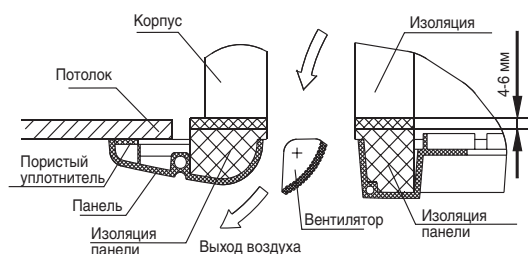

Рис. 4-8
- Затягивайте крепежи до тех пор, пока толщина пористого уплотнителя, расположенного между корпусом блока и панелью не уменьшится до 4-6 мм. Край панели при этом должен плотно соприкоснуться с потолочной конструкцией (рис. 4-8).